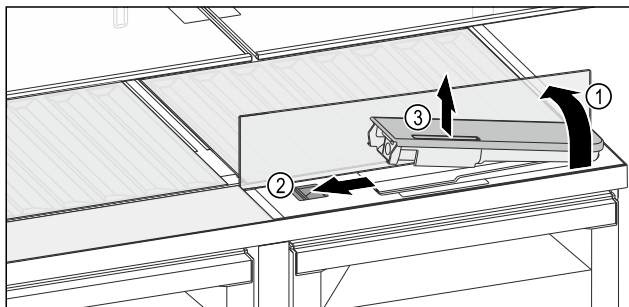

Fig. 133
- Nadvihnite sklenú dosku a až na doraz ju sklopte dozadu Fig. 133 (1).
- Potlačte posúvač Fig. 133 (2) doľava.
- Vyberte nádržku na vodu Fig. 133 (3).